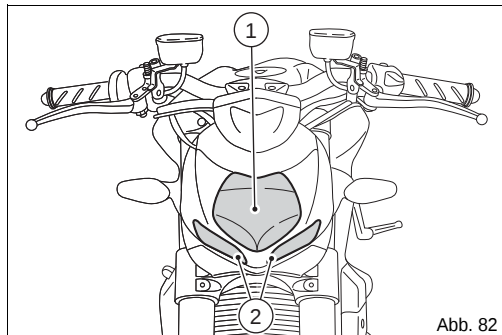

Abb. 82
Auf der Abb. 82 wird die Position der Glühlampe (1) des Abblendlichts (LO), Fernlichts (HI) und Standlichts (2) angegeben.